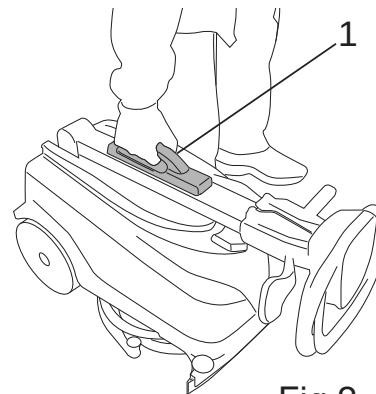

Fig.2
- Retire la máquina del embalaje levantándola desde el mango (Fig. 2-Ref. 1), apóyela sobre el pavimento.